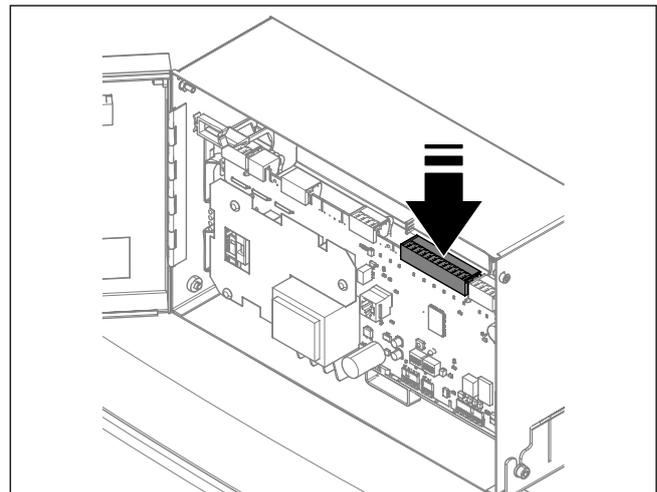

Bild 4-37 Sensorstecker J8 auf Schaltfeldplatine aufstecken
- Stecker auf die Schaltfeldplatine aufstecken (Bild 4-37).